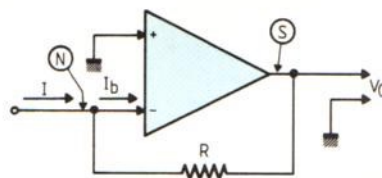

Fig. 46. — Pour remplacer le galvanomètre « idéal » G de la figure 45, on utilise un amplificateur opérationnel en convertisseur courant-tension.
Il reste encore à mesurer l'intensité qui va dans la ligne L_2 vers la masse, en utilisant un « ampèremètre de résistance nulle » (comme ce serait beau si un tel appareil existait !). Il existe cependant une solution très élégante, celle qui consiste à utiliser un amplificateur opérationnel en « convertisseur courant-tension », comme le montre la figure 46. On voit que ledit amplificateur est monté avec son entrée « + » (entrée à gain positif, ou « entrée non-inverseuse ») connectée à la masse. Or chaque fois que l'on utilise un amplificateur opérationnel,
Donc, nous relierons la ligne L_2 de la figure 45 au point (N) de la figure 46, et tout se passera comme si L_2 était connectée à la masse. La tension de sortie V_0 sera proportionnelle à i , donc au nombre N dont les différents chiffres commandent les commutateurs K.